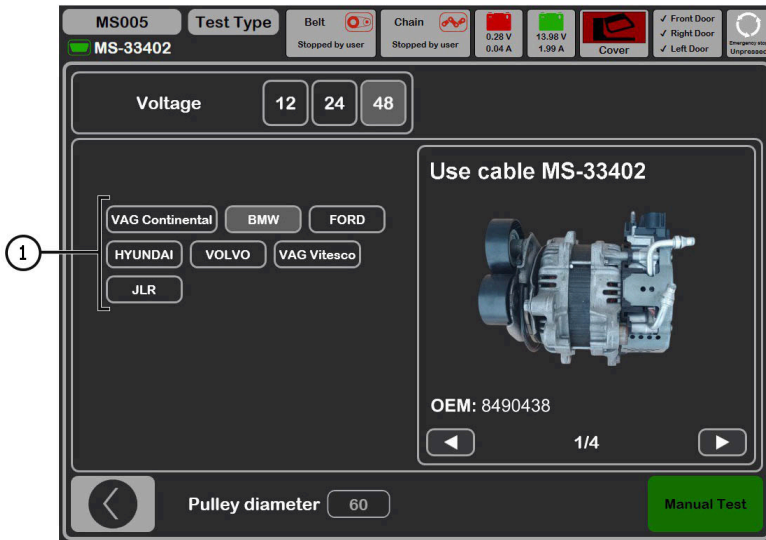

Рисунок 28. Меню вибору генератора 48 В
4. Увійдіть до меню «Alternator». Виберіть режим діагностики генераторів 48 В та відповідну генератору модель автомобіля або OEM-номер агрегату (див. поз. 1, рис. 28). Також задайте значення діаметра шківів генератора.